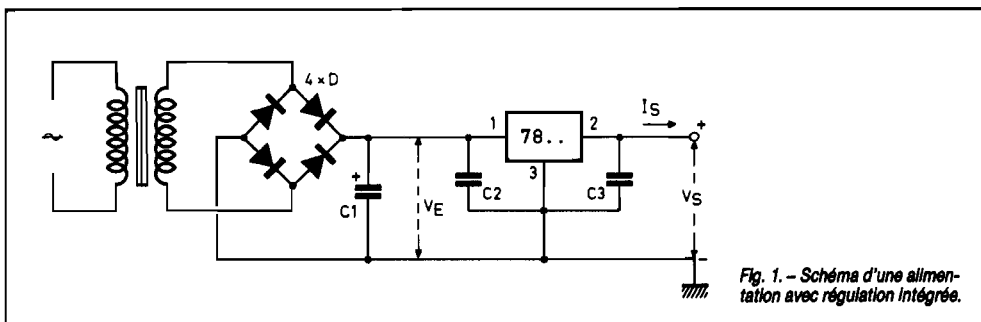

Fig. 1. - Schéma d'une alimentation avec régulation intégrée.
Le schéma de ce type d'alimentation est représenté sur la figure 1. Nous remarquons tout d'abord la grande simplicité de ce schéma, mais, comme nous allons le voir, le plus remarquable encore se trouve dans ses performances techniques. Le régulateur est schématisé par un petit rectangle d'où sortent trois connexions : l'entrée (1), la sortie (2) et le point commun (3). Il existe de nombreux modèles de régulateurs basse tension. Les plus répandus sont ceux de la série 7800, ils sont capables de fournir des tensions allant de + 5 V à + 24 V suivant le modèle. Comme exemple, citons le 7805 employé dans les alimentations + 5 V. Comme nous le verrons par la suite, certains circuits intégrés régulateurs ont été étudiés pour fournir une tension de sortie réglable si on leur adjoint un potentiomètre ; c'est le cas du LM 317 fournissant une tension régulée allant de 1,2 à 37 V. Précisons que les deux condensateurs (C_2 et C_3) du schéma sont indispensables au bon fonctionnement. Ils doivent être placés le plus près pos-
Les composants suivants sont nécessaires pour cette alimentation (schéma de la figure 1) :